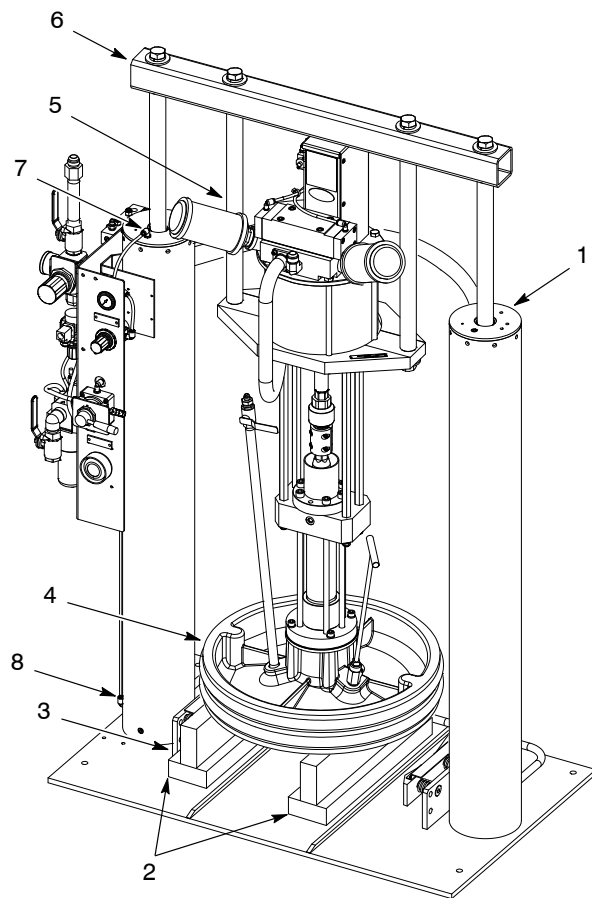

图 1 阻挡从动盘
1. 详见图1。使用块(2)来阻挡从动盘(4)，阻挡高度应足够防止从动盘与圆桶压紧蹄铁相接触(3)。确保从动盘/气动马达组件已安装牢固，以防倾斜。